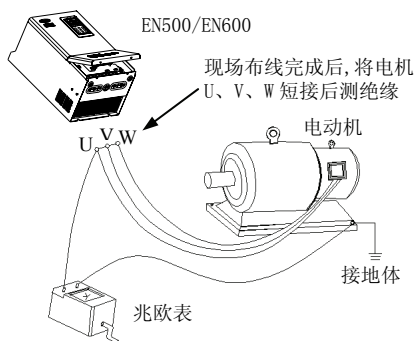

图 1-1 电机绝缘检查示意图
- (1) EN500/EN600 系列为电压型变频器，使用时电机的温升、噪声和振动与工频运行相比较略有增加，属正常现象。
- (2) 如果需要以低速恒转矩长期运行，必须选用变频电机。若使用一般的异步交流电机低速运行时，应监控电机温度或采取强制散热措施，以防烧毁电机。
- (3) 减速箱及齿轮等需要润滑的机械装置在长期低速运行时，可能由于润滑效果变差造成损坏，请事先采取必要措施。
- (4) 若超过电机额定频率运行时，除了考虑电机的振动、噪音增大外，还必须确保电机轴承及机械装置的使用速度范围，请务必事先确认。
- (5) 对于提升设备和大惯性之类的负载，变频器常会因产生过流或过压故障而跳闸，为保证正常工作，应考虑选配适当的制动组件。
- (6) 应通过端子或其它正常的命令通道对变频器进行起停控制。严禁在变频器输入侧使用接触器等强电开关直接频繁起停操作，否则会造成设备损坏。
- (7) 如果需要在变频器输出和电机之间安装接触器等开关器件，请确保变频器在无输出时进行通断操作，否则可能会损坏变频器。
- (8) 变频器在一定的输出频率范围内，可能会遇到负载装置的机械共振点，可设置跳跃频率来避开。
- (9) 使用前，应确认电源电压在允许的工作电压范围之内，否则应做变压处理或订购特种变频器。
- (10) 在海拔高度超过 1000 米的条件下，变频器应降额使用，每增加 1000 米高度输出电流约降低额定电流的 10%。
- (11) 电机在首次使用或长时间放置后再使用之前，应做电机绝缘检查。请使用 500V 电压型兆欧表按图 1-1 所示进行检查，绝缘电阻不得小于 $5\text{ M}\Omega$ ，否则有损坏变频器的可能。